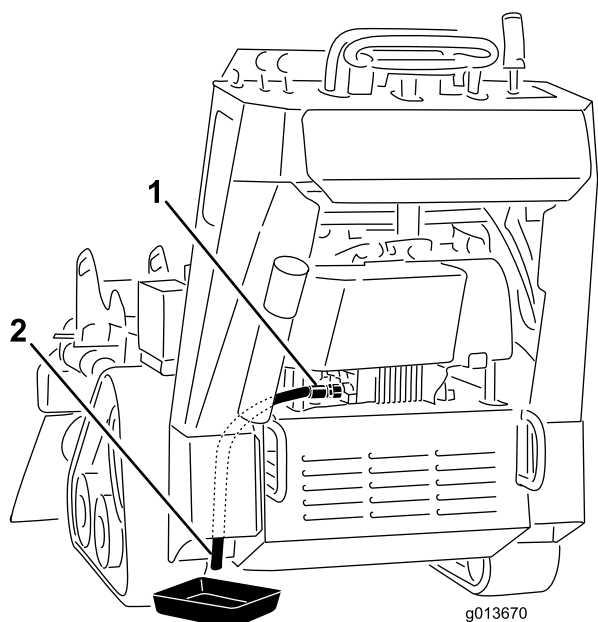

Figura 33
5. Collocate una bacinella sotto il tubo di spurgo. Girate la valvola di spurgo dell'olio per lasciar defluire l'olio (Figura 33).